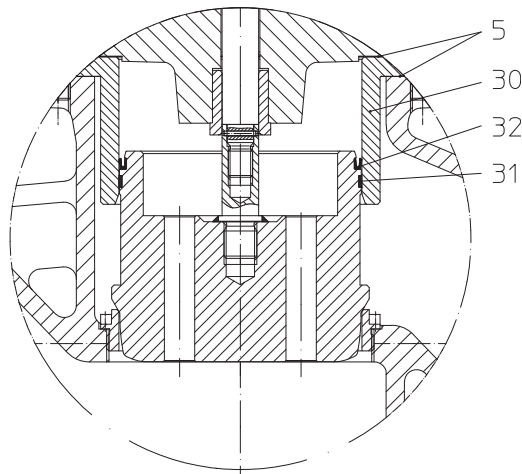

Fig. 11: Otturatore equilibrato
- Rimuovere la guarnizione per pistoni (pos. 32) usurata dalla scanalatura nell'otturatore con un utensile adatto (ad esempio un cacciavite).
- Inserire una nuova guarnizione per pistoni (pos. 32) rispettare per l'occasione la corretta posizione; si veda la Fig. 11).
- Sostituire il nastro di guida (pos. 31).
- Pulire la superficie interna della boccola di guida (pos. 30); lisciare eventualmente con l'aiuto di un prodotto abrasivo fine.
- Sostituire 2 guarnizioni piatte (pos. 5).
- Fissare con i dadi (pos. 10) e avvitare a croce. (Per le coppie di serraggio vedi il punto 7.3.1)